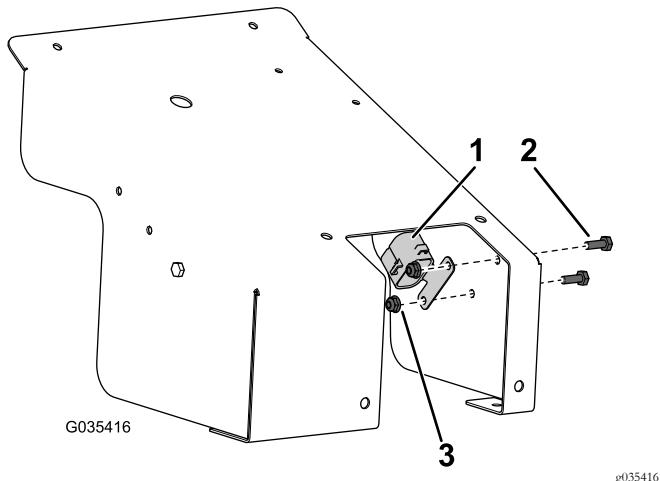

Рисунок 9
7. Снимите колпачок блока предохранителей (Рисунок 9) с жгута проводов.
8. Установите колпачок блока предохранителей на внутреннюю поверхность крышки с помощью двух винтов ($\frac{1}{4} \times \frac{3}{4}$ дюйма) и двух гаек ($\frac{1}{4}$ дюйма), как показано на Рисунок 9.